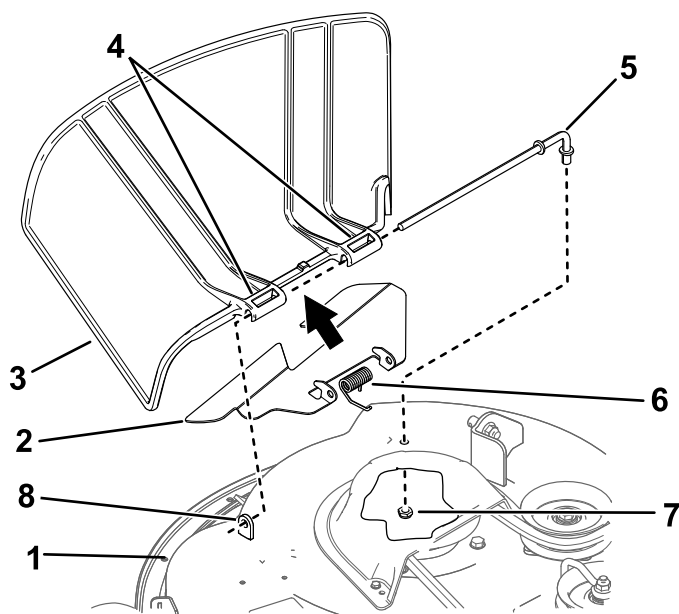

Figura 74
- Retire la tuerca ($\frac{3}{8}$ ") de la varilla debajo del cortacésped (Figura 74).
- Retire la varilla del separador corto, del muelle, y del deflector de hierba (Figura 74).
- Instale el deflector de hierba nuevo (Figura 74).
- Deslice la varilla a través del segundo pivote del deflector de hierba (Figura 74).
9. Sujete el extremo trasero de la varilla en el cortacésped con una tuerca ($\frac{3}{8}$ "), como se muestra en la Figura 74.